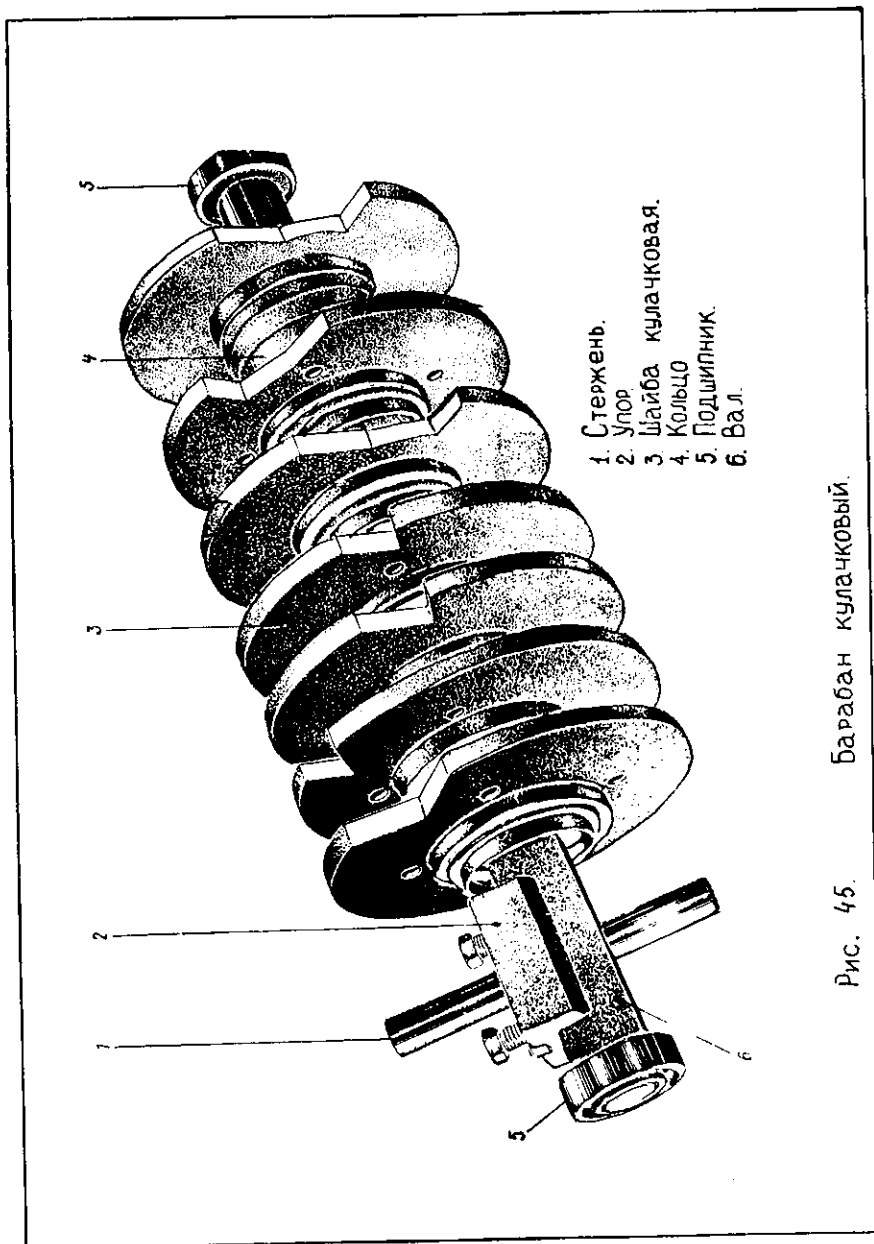

Рис. 45. Барaban кулачковый.
Замыкание и размыкание КЭ осуществляется кулачковыми шайбами, имеющими определенный профиль - выступы и впадины (Рис. 45).
- кулачкового вала с профилированными шайбами, представлен на Рис. 45.